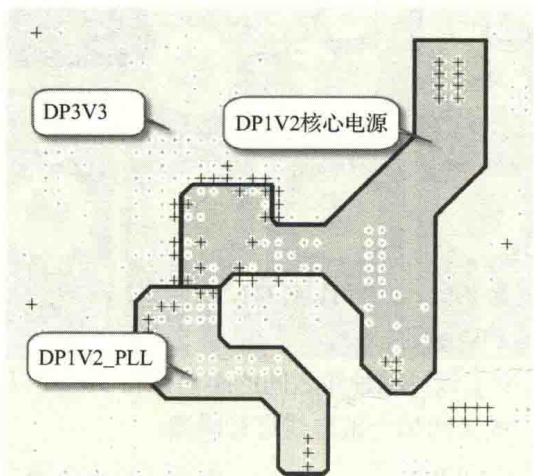

图 13-34 核心电源的处理
(1) 根据走线情况，能在信号层处理的电源可以优先处理，同时考虑到走线的空间有限，有些核心电源需要通过电源平面层进行分割，根据前文提到过的平面分割技巧进行分割，核心电源 DP1V2 及 DP1V2\_PLL 可以通过 PWR03 层进行平面分割，一般按照 20mil 的宽度过载 1A 电流、0.5mm 过孔过载 1A 电流设计（考虑余量）。例如，3A 的电流大小，考虑走线宽度 60mil，过孔如果是 0.5mm 大小的，则放置 3 个，如果是 0.25mm 大小的，则放置 6 个，这是根据经验值得出来的。具体计算电流的方法可以参考专业计算工具。核心电源的处理如图 13-34 所示。